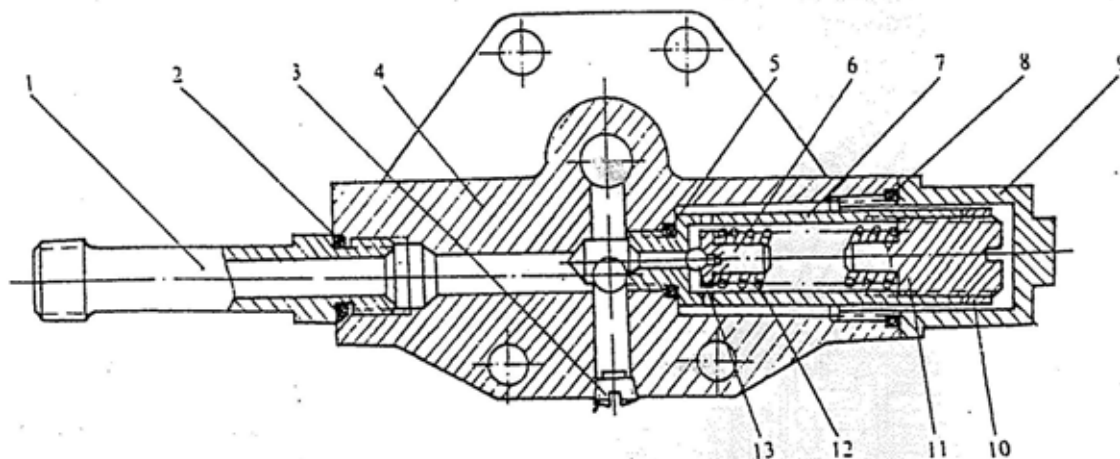

Рис. 3-21. Узел корпуса впуска масла.
Предохранительный клапан расположен на крышке входного отверстия маслопровода подъемного механизма (рис. 3-21). Установленное давление при открытом предохранительном клапане составляет 17,65 МПа, его не рекомендуется регулировать. Если давление выше или ниже, оно должно быть отрегулировано на испытательных стендах. Снимите предохранительную крышку клапана (9). Закручиванием штифта регулировки давления (11) можно увеличить давление, откручиванием - понизить.